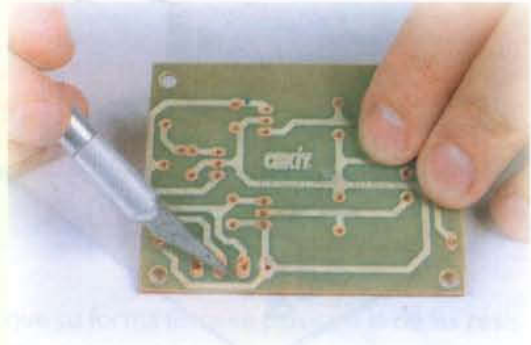

Figura 6.16. Limpieza del circuito impreso
Paso 1: Limpie muy bien, con una cuchilla, la parte de los componentes y el circuito impreso en donde se va aplicar la soldadura. De una buena limpieza depende en gran parte la calidad de la soldadura. En el caso de los circuitos impresos, es muy probable que cuando los recibe el usuario hayan estado almacenados por un tiempo y estén un poco oxidados. Si es así, limpie bien cada uno de los puntos donde se hacen las soldaduras de los terminales de los componentes antes de ensamblar el proyecto. **Figura 6.16**